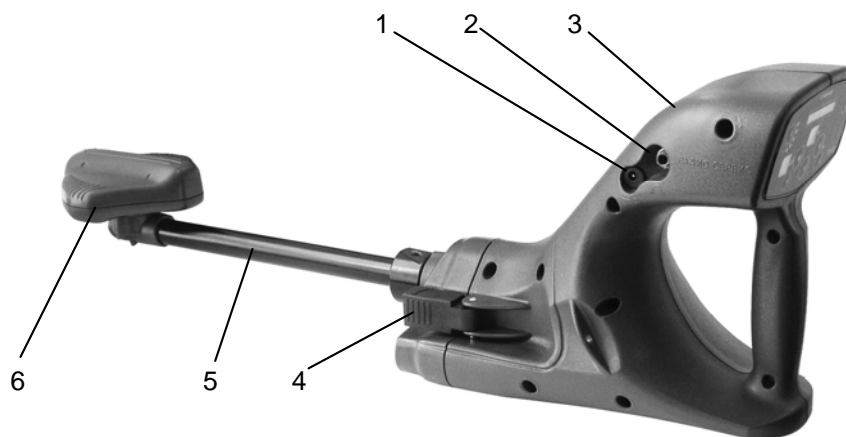
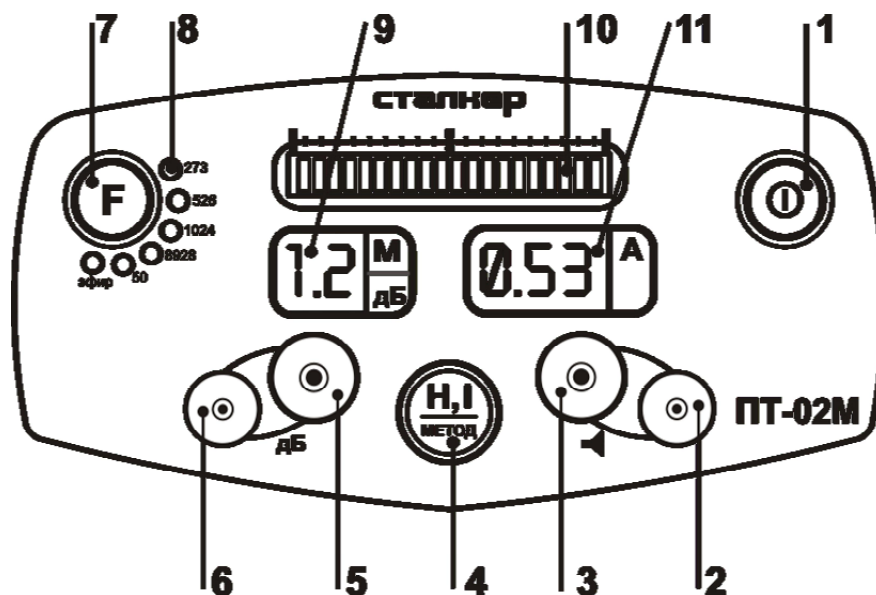

Рисунок 1.4.1 - Внешний вид приемника с модулем магнитной антенны.
Рисунок 1.4.2 - Передняя панель приемника
В приборе, оснащенном модулем магнитной антенны (см. рисунок 1.4.1 поз. 5) используется индукционный метод поиска трассы и определения места повреждения электрического кабеля. Наведённое переменное магнитное поле от коммуникации, преобразуется катушками магнитной антенны в сигнал, который усиливается и
2.2.3 Включение и выключение приемника осуществляется нажатиями кнопки «**I**» (см. рисунок 1.4.2, поз. 1). После включения приемника в течение 1 секунд на индикаторе (см. рисунок 1.4.2, поз. 11) отображается степень заряженности аккумулятора или состояние батареи. При свечении менее трети шкалы индикатора необходимо зарядить аккумулятор (см. п. 2.2.4) или заменить батареи в батарейном отсеке (см. п. 6.3).
Для зарядки штатного аккумулятора подключить выходной штекер блока питания из комплекта поставки к соответствующему гнезду приемника (см. рисунок 1.4.1, поз. 5). Блок питания включить в сеть «220 В». Процесс зарядки отображается на индикаторе (см. рисунок 1.4.2, поз. 11) в виде постоянно перемещающегося слева направо сегмента. По завершению зарядки перемещение сегмента прекращается и остается светиться крайний правый сегмент.
В приёмнике возможно включение и выключение вывода на встроенный динамик и головные телефоны звукового сигнала непосредственно с антенны, без фильтрации. Это позволяет проводить оператору работы «на слух». Для входа в этот режим или выхода из него нажать и удерживать в течение 1 секунды одновременно кнопки увеличения и уменьшения громкости (см. рисунок 1.4.2, поз. 2 и 3 соответственно). При этом работа индикатора уровня входного сигнала не изменяется.